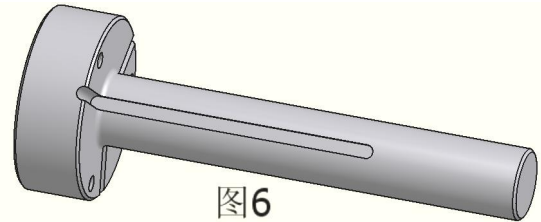

图6
7. 成型下模座有进水接口(一般当排气口用),如果有接进水且排水来不及,则托料底芯顶杆可开排水槽,如图 6。